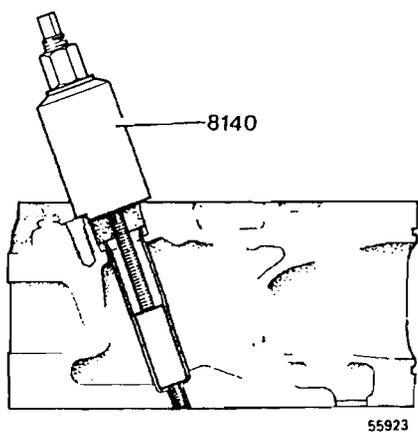

Fig. 83
- 11 Montar la herramienta 8140 y enroscarla en el manguito de cobre. Extraer éste de la culata con la 8140, véase la fig. 83.